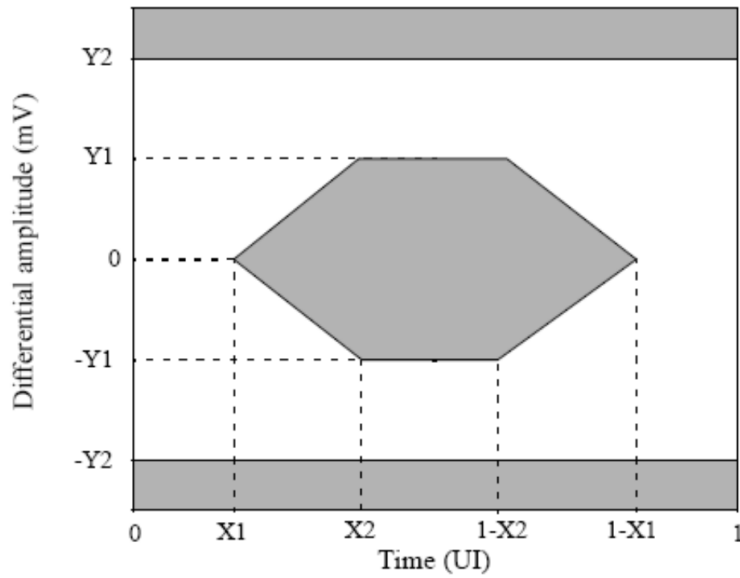

图 1
2. 命中率 5×10^{-5} 。有关发射端输入眼图定义，请参见图 1。